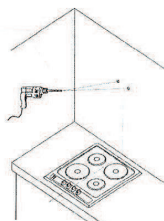
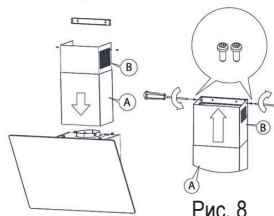

Рис. 7
Рис. 8
- Сделайте отверстия в помеченных местах с помощью сверла, соответствующего диаметра с прилагаемыми дюбелями и шурупами (рис. 7)
После монтажа винтов в стену (рис. 7), затяните корпус вытяжки (рис. 8).
- Сделайте отверстия в стене с помощью сверла, соответствующего диаметру дюбеля (рис. 7). Прикрепите кронштейн на выбранной высоте.